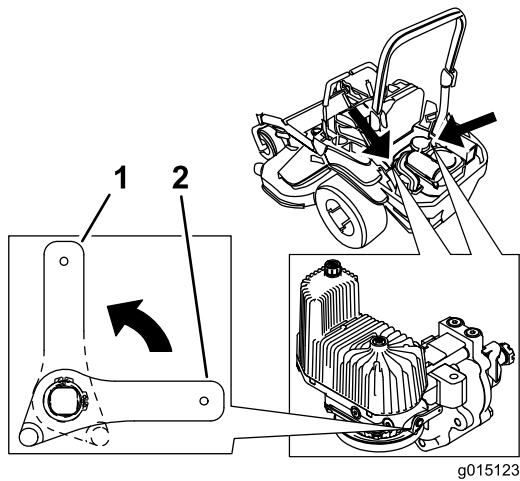

Figura 34
2. Gire las palancas de las válvulas de liberación a la posición vertical para empujar la máquina (Figura 34).
4. Gire las palancas de las válvulas de desvío a la posición horizontal para conducir la máquina (Figura 34).